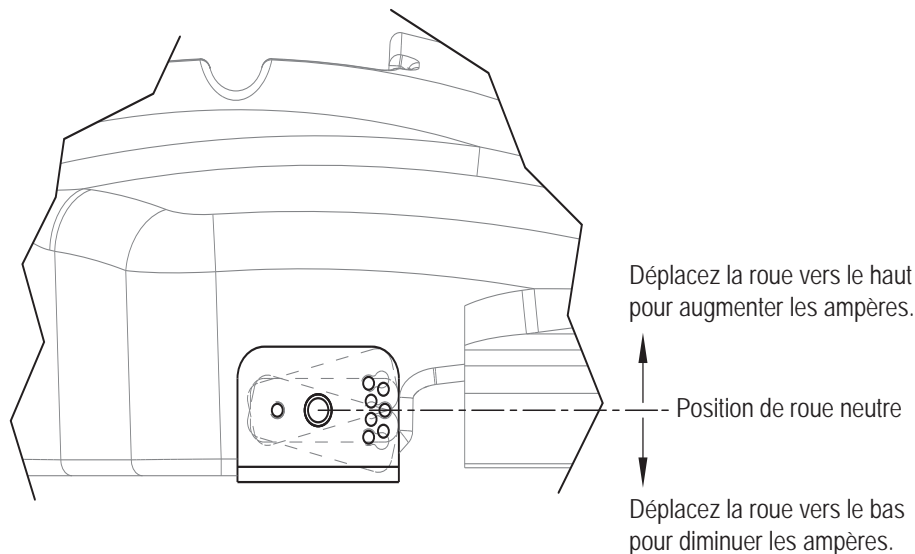

**Figure 5**
9. Inclinez la machine pour qu'elle repose sur les roues arrière, puis reliez les bras. Voir figure 5.